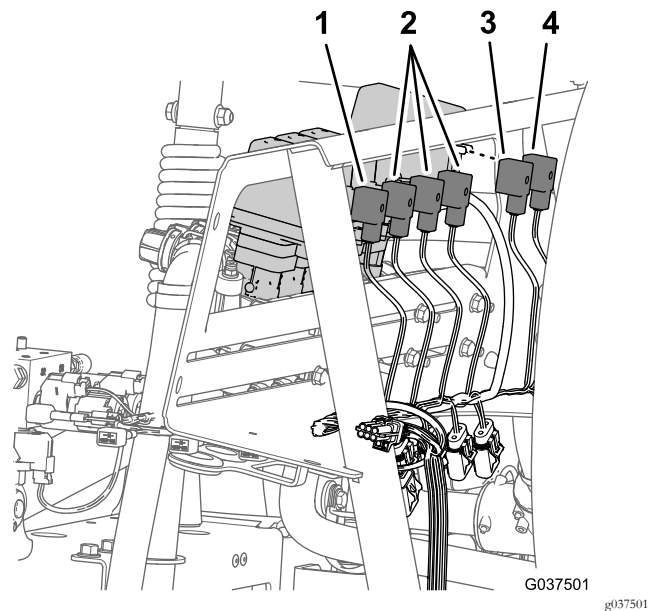

Bild 22
2. Ziehen Sie an der Rückseite der Verteilerbefestigung den 3-Buchsen-Stecker vom Rührwerkventil und die 3-Buchsen-Stecker von den drei Auslegerabschnittventilen ab (Bild 22).